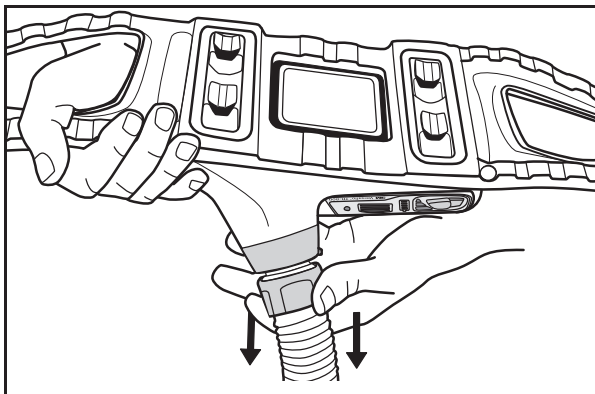

Fig. 12 Retrait du tuyau de respiration
4. Retrait : Mettre le souffleur à moteur à l'envers de manière que la sortie soit face vers le bas (Fig. 12) afin de minimiser les risques de contamination de la sortie.